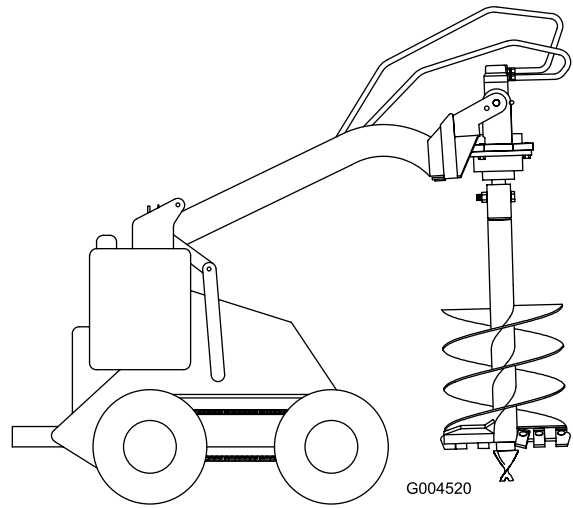

Figura 9
13. Sollevate la trivella fino a quando non si stacca da terra (Figura 9).
14. Quando la trivella è verticale, inclinate la piastra di fissaggio all'indietro, fino a quando la testata motrice non la tocchi, per stabilizzare la trivella ed evitare che oscilli liberamente (Figura 9).
- Sollevare la trivella, allontanandola dal suolo e portandola in posizione verticale (Figura 9).